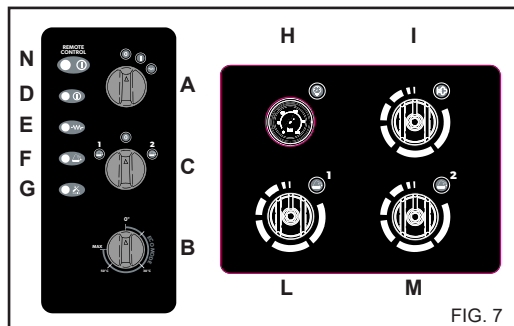

FIG. 7
2) Aktiver spyleren, velg vaskemiddelet som skal brukes ("1" eller "2") med velgeren C (fig. 7). Åpne kranen for ønsket vaskemiddel L) for vaskemiddel "1" eller M) for vaskemiddel "2" (fig. 7) ved å dreie knotten mot klokken. Sprøyt nedenfra og deretter oppover overflaten som skal vaskes.
3) Plasser velgeren til vaskemiddel C) (fig. 7) i pos. "0". Steng doseringskranene ved å dreie knottene med klokken.